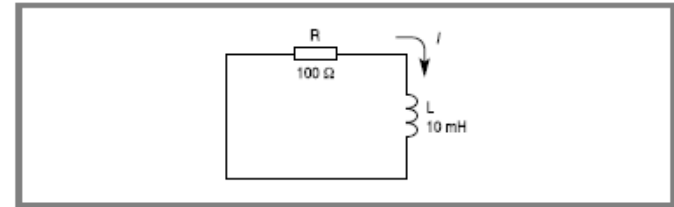

Figure 3.10 - Circuit pour l'extinction du courant dans la bobine.
- Les phénomènes sont similaires lors de l'extinction du courant (figures 3.10 et 3.11). Il ne faut pas ouvrir le circuit contenant la bobine : le courant ne pouvant s'annuler brusquement à cause de l'énergie emmagasinée dans la bobine, il se produirait un arc électrique entre les contacts ouverts.